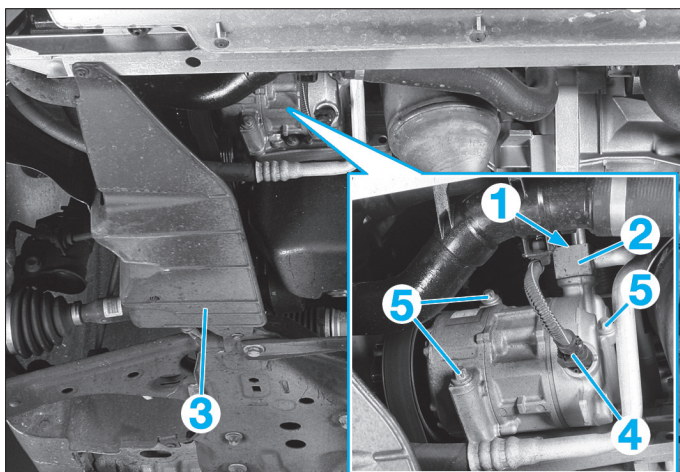

Fig. 6
- Déposer la vis (1) puis débrancher la conduite (2) (Fig.6).
- Si équipé, déposer la protection (3).
- Débrancher le connecteur (4).
- Déposer les vis (5) puis sortir le compresseur.